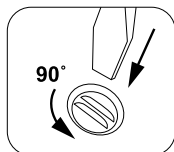

Рис. 5.
- Снимите крышку с водоочистителя, предварительно повернув три фиксатора против часовой стрелки на  $90^\circ$  (рис. 5).